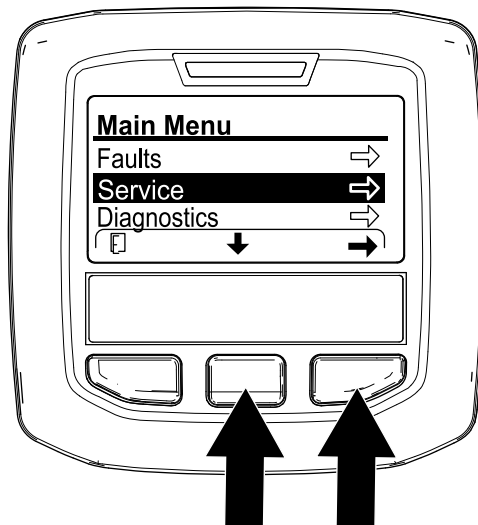

Figura 130
2. În InfoCenter, navigai la MENIUL PRINCIPAL (Figura 130).